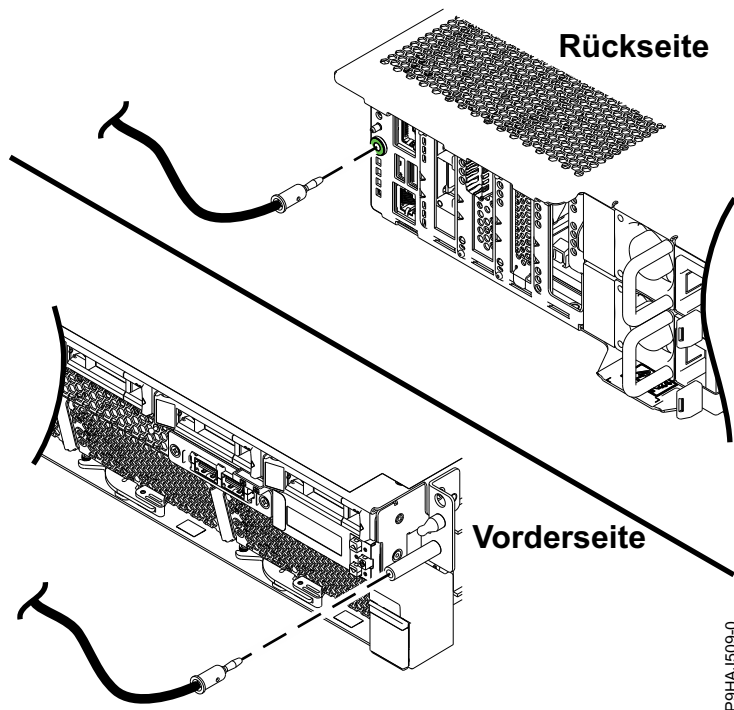

Abbildung 1. Position der ESD-Stecker
6. Legen Sie das Antistatikarmband zum Schutz vor elektrostatischer Entladung (Electrostatic Discharge, ESD) an. Ihr System verfügt an der Vorder- und Rückseite über eine ESD-Buchse (siehe Abb. 1 auf Seite 4). Schließen Sie das Antistatikarmband an die ESD-Buchse an.